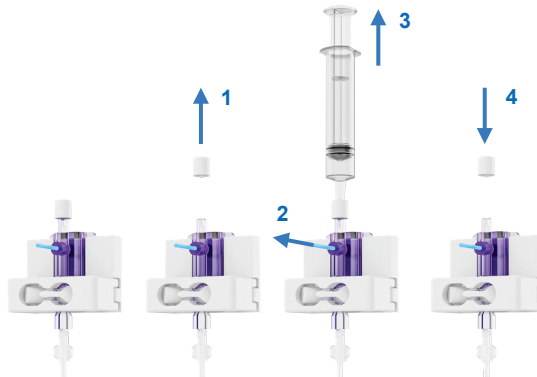

Figura 24 Desareação do sensor de pressão
- Remova a tampa na parte superior do sensor de pressão e coloque uma seringa estéril na porta (Figura 24; etapa 1).
- Para preencher a linha de pressão e remover qualquer ar, puxe a aba azul (Figura 24; etapa 2) enquanto aspira com a seringa (etapa 3). Pare assim que o ar for removido.
- Coloque a tampa de volta no sensor de pressão (Figura 24; etapa 4)